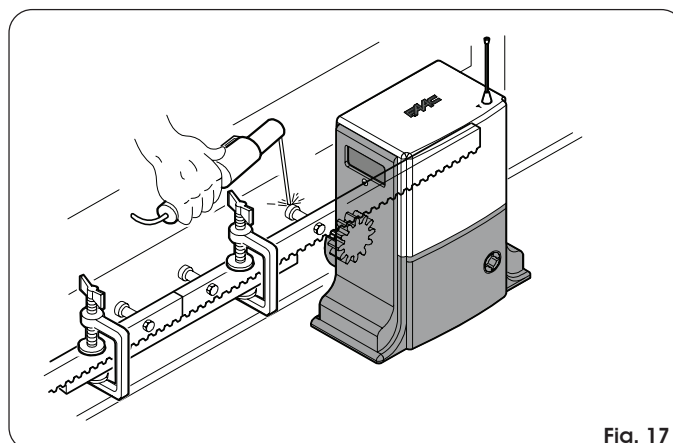

Fig. 17
- 5) Placer une autre pièce de la crémaillère contre la précédente en utilisant, pour mettre en phase la denture des deux pièces, une pièce de la crémaillère, d'après la Fig. 17.
- 5) Placer une autre pièce de la crémaillère contre la précédente en utilisant, pour mettre en phase la denture des deux pièces, une pièce de la crémaillère d'après la Fig. 17.
- 4) Placer une autre pièce de la crémaillère contre la précédente en utilisant, pour mettre en phase la denture des deux pièces, une pièce de la crémaillère d'après la Fig. 17.